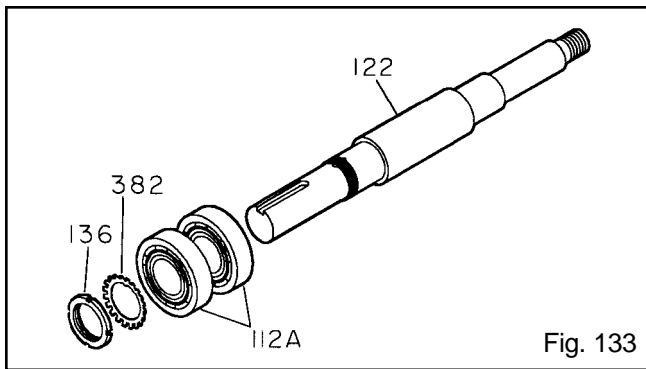

Fig. 133
2. Instale los cojinetes exteriores (112A) sobre el eje (122) (Fig. 133).